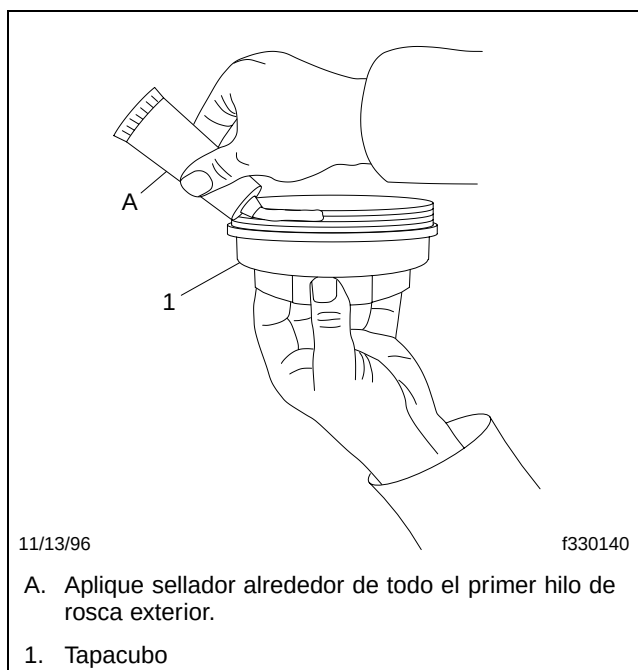

Figura 1, Aplicación de sellador de rosca al tapacubo
3. Aplique un cordón de entre 1/8 y 3/16 de pulgada de sellador ThreeBond® TB1216 o Loctite® 5699 en el primer hilo de rosca del tapacubo (en el extremo del tapacubo). Vea la **Figura 1**. Aplique el sellador alrededor de todo el hilo de rosca (360 grados).